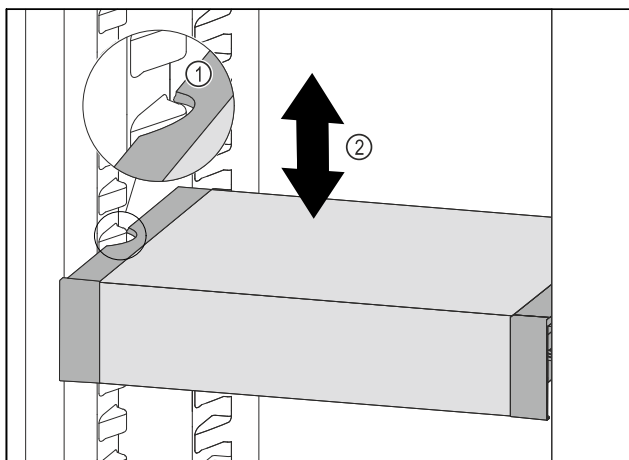

Fig. 128
- VarioSafe vucite prema naprijed sve dok se bočni otvori VarioSafe ladice ne nađu na visini žlijeba spremnika u hladnjaku. Fig. 128 (1)
- Pomičite ladicu VarioSafe u hladnjaku prema gore ili dolje sve dok ne dosegnete željenu visinu. Fig. 128 (2)